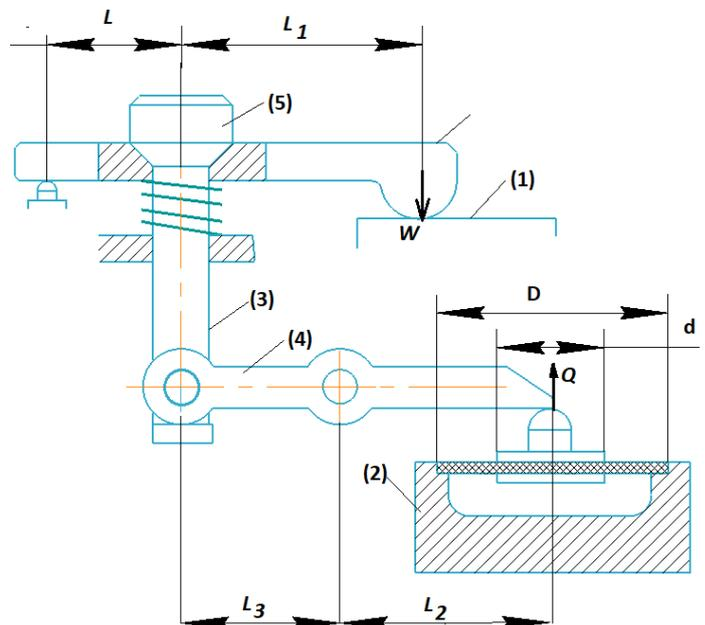

Рис. 4
На станке обрабатывается деталь (1), которая закрепляется в зажимном приспособлении с пневмоприводом. Пневмопривод состоит из пневмокамеры одностороннего действия с плоской резиновой диафрагмой (2), рычага (3), рычага (4) и тяги (5) (рис. 4). Требуется определить, какая сила W будет приложена к детали, если диаметр диафрагмы пневмокамеры равен $D=160$ мм, диаметр опорной шайбы $d=115$ мм, КПД всего привода $\eta=0,9$. Жесткость пружины $k=10000$ Н/м, ход тяги равен $x=0,3D$. Длины плеч рычагов: $L=50$ мм; $L_1=70$ мм; $L_2=70$ мм; $L_3=50$ мм. Давление воздуха $p=0,4$ МПа.